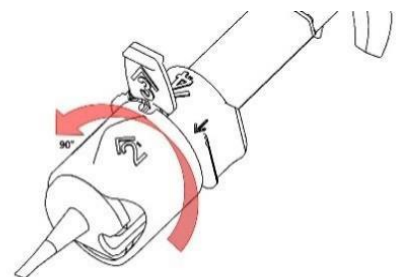

Abb. 2a
5. Drehen Sie den transparenten Ring, wie durch den flachen Pfeil mit der Kennzeichnung '2' angezeigt, um 90 Grad gegen den Uhrzeigersinn, bis er mit einem deutlichen "Klick" einrastet (Abb. 2a)